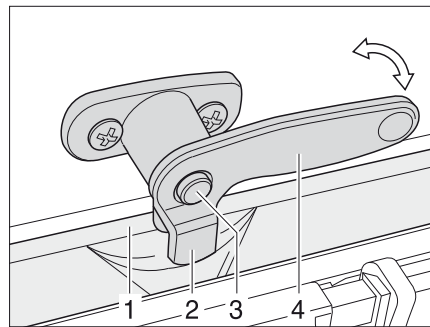

Bild 79 Låsspak med låsknapp i läget "kontinuerlig vädring"
- Tryck på låsknappen (Bild 79,3) om sådan finns och håll den nedtryckt.